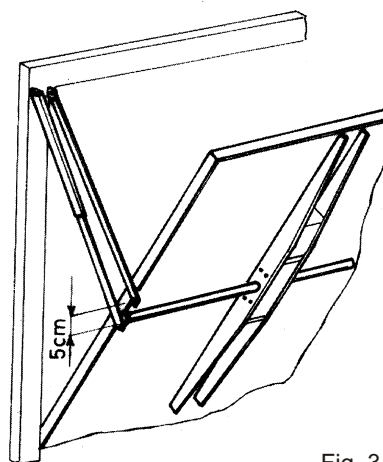

Fig. 3
B) Basculante de hoja única (Fig. 3)